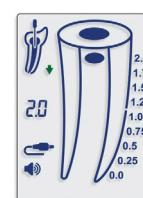

Fig. 7
5.4.12. Setzen Sie den Vorschub mit der Feile vorsichtig im Uhrzeigersinn fort. Während sich das Instrument auf das Foramen zubewegt, zeigen farbige Segmente auf dem Wurzelkanalbild, die von hörbaren Signalen bei variierender Frequenz begleitet werden, den Vorschub der Feile an. Numerische Ablesungen 2,0, 1,75, 1,5, 1,25, 1,0, 0,75, 0,5, 0,25, 0,0 (Foramen) oder OVER erscheinen unter dem Zahnsymbol (Abb. 7 - 11).